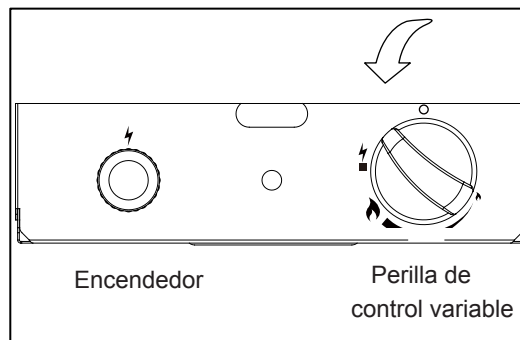

Figura 1
3. Empuje la perilla de control y gire hacia la izquierda para la posición "PILOTO" ( ⚡ ) (Figura 1).